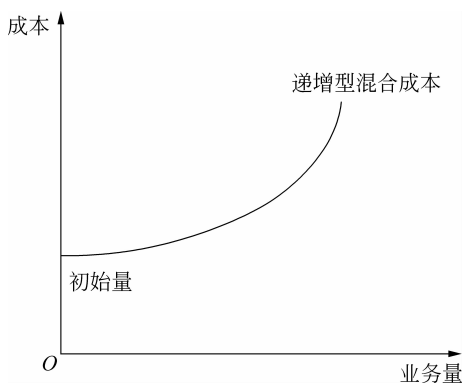

图 3-7 递增型混合成本
② 递增型混合成本: 业务量增长,成本也增长,但成本增长的速度比业务量增长的速度快,其成本曲线是一条凹形曲线,如图 3-7 所示。